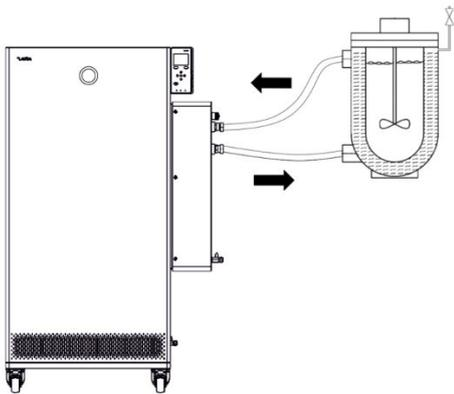

Abb. 42: Applikation mit Entlüftungsventil
- Ein Entlüftungsventil Abb. 42 kann den Entlüftungsprozess deutlich vereinfachen. Dazu periodisch das Ventil vorsichtig öffnen und Gas/Luft entweichen lassen bis Flüssigkeit aus dem Ventil austritt, Entlüftungsventil wieder schließen. Flüssigkeit in geeigneten Behälter auffangen. Das Ventil in regelmäßigen Abständen erneut betätigen, bis keine Luft mehr austritt.